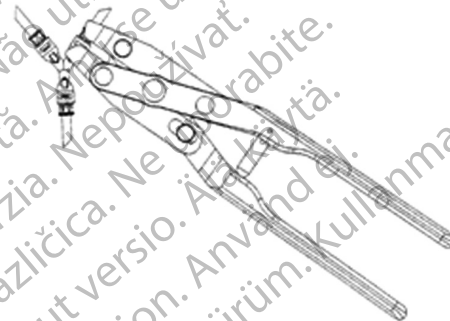

Figura 4-36. Ferramenta de montagem de conexão rápida (abordagem do lado do conector de 3 vias)
- Quando usar um conector de 3 vias, a ferramenta de montagem deve ser usada 3 vezes, uma vez em cada extremidade do conector. A ferramenta de montagem deve ser encaixada a partir do lado de cada extremidade do conector. Faça avançar a tubagem para cada extremidade do conector até a tubagem tocar na parede interna do conector, como pode ser observado através da janela do conector. (Figura 4-36)